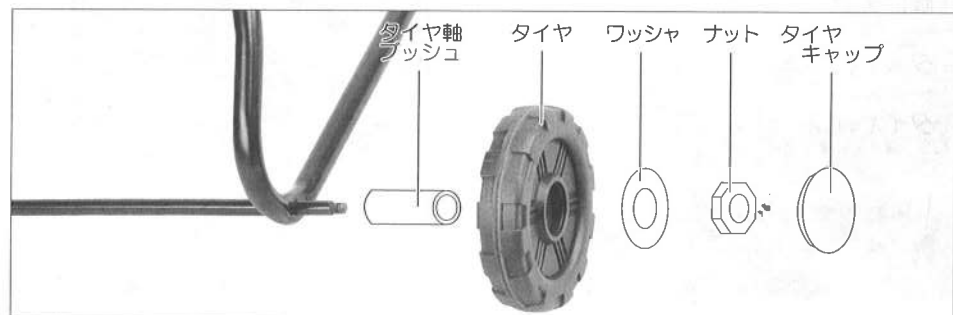

図5
- ・タイヤをセットする前に**タイヤ軸ブッシュ**を差し込んでください。(図5参照)
- ・次に**タイヤ**を差し込み、**タイヤ固定用ワッシャ**を入れて、六角ナットで確実に締め付けてください。(図5参照)